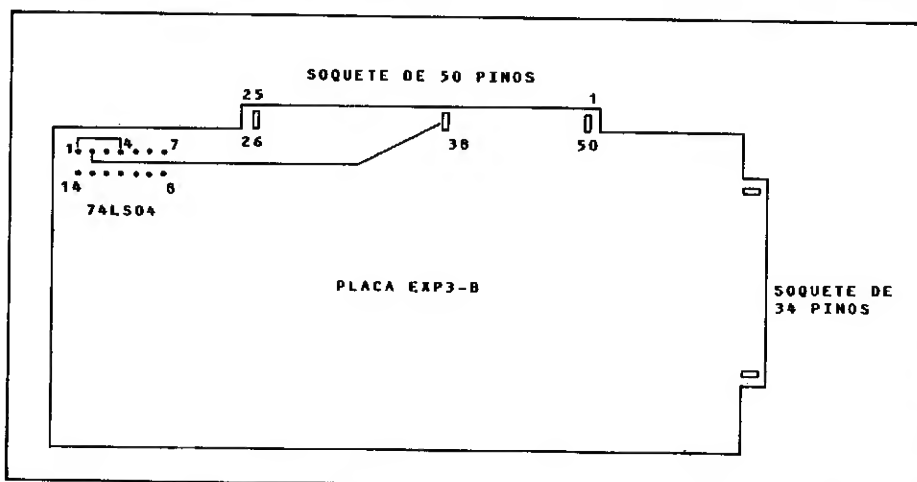

Figura 4 - Placa da interface EXP3-B vista por baixo
- Figura 4 — placa da interface EXP3-B vista por baixo (lado da solda);
Observando a figura 4, identifique o integrado 74LS04 e, pelo lado da solda, faça as seguintes ligações: